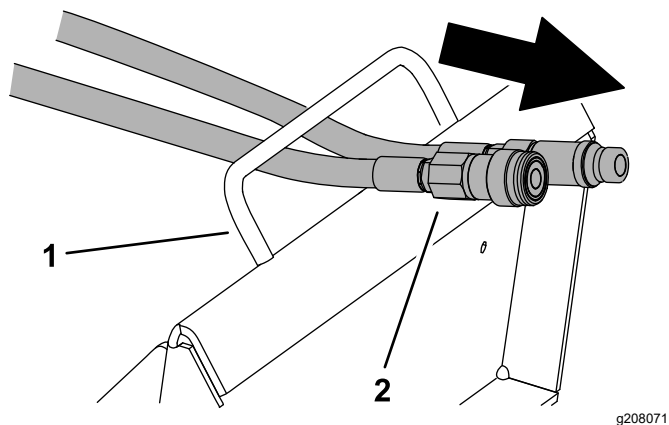

Figura 13
6. Pase las mangueras por la guía de mangueras (Figura 13).